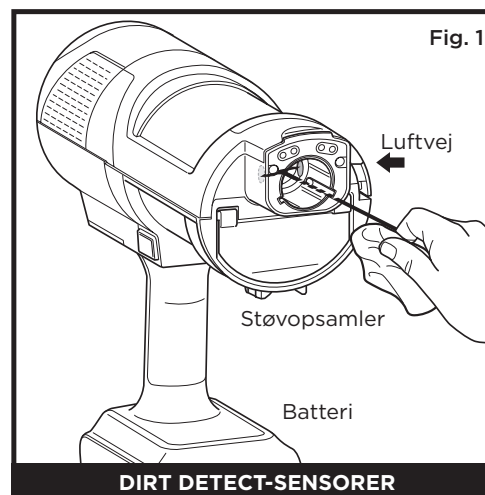

Fig. 1
Sådan renses sensorerne (fig. 1):
2. Find DirtDetect-sensoren på mundstykket af håndsugeren (fig. 1), LightDetect-sensoren på toppen af mundstykket (fig. 2) og EdgeDetect-sensoren på siden af mundstykket (fig. 3).